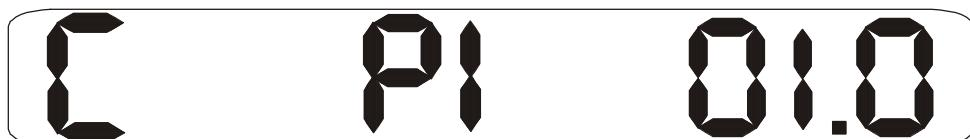

Рис. 14. Значение давления Р1, при котором происходит измерение величины влажности.
6.3.4. Режим пересчета давления. Для входа в этот режим надо нажать кнопку “Режим” два раза. На индикаторе появится следующее изображение (Рис.14). Это означает, что давление Р1, при котором происходит измерение, равно 1 атм.